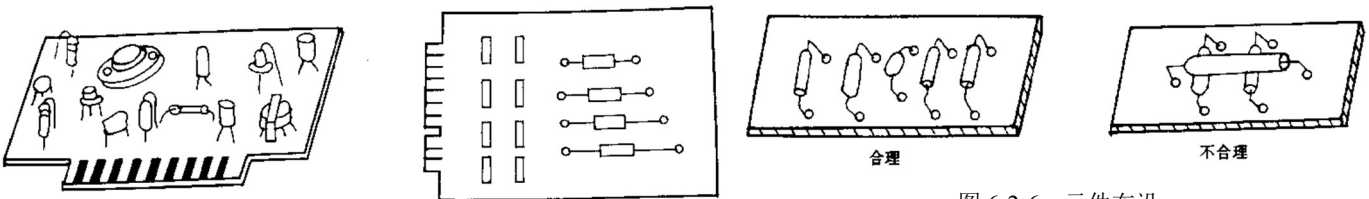

图 6-2-5 不规则排列
(1) **不规则排列** 如图 6-2-5 所示，元件轴线方向彼此不一致，在板上的排列顺序也无一定规则。这种排列方式一般元件以立式固定为主，此种方式，看起来杂乱无章，但印制导线布设方便，印制导线短而少，可减少线路板的分布参数，抑制干扰，特别对高频干扰极为有利。
(2) **规则排列** 元器件轴线方向一致，并与板的四边垂直或平行，如图 6-2-5 所示，一般元件卧式固定以规则排列为主要，这种方式排列规范，整齐美观，便于安装、调试、维修，但布线时受方向、位置的限制而变得复杂些。这种排列方式常用于板面宽松，元器件种类少、数量多的低频电路中。